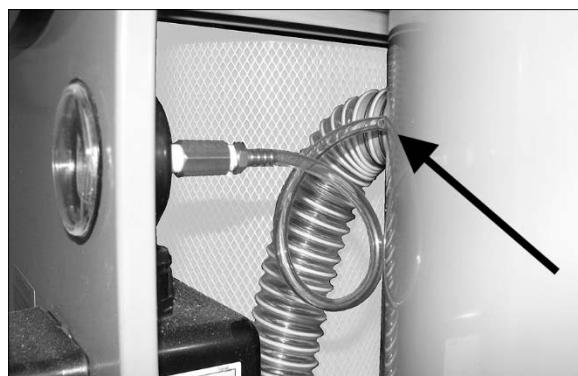

Figure 13
23. Glissez l'extrémité libre de l'indicateur de pression, sur le dessus du boîtier. Voir la Figure 13.